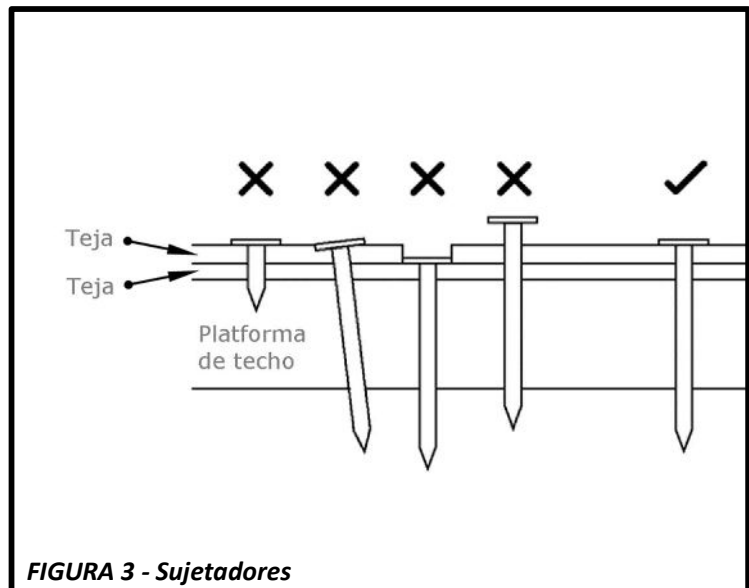

FIGURA 3 - Sujetadores
- Todos los clavos deben clavarse de manera recta y con las cabezas al ras con la superficie de las tejas, sin introducirse en la teja como se detalla en la **Figura 3**. Los sujetadores no deberán estar expuestos ni ser visibles en el techo terminado. Las grapas no son un método de sujeción aprobado.